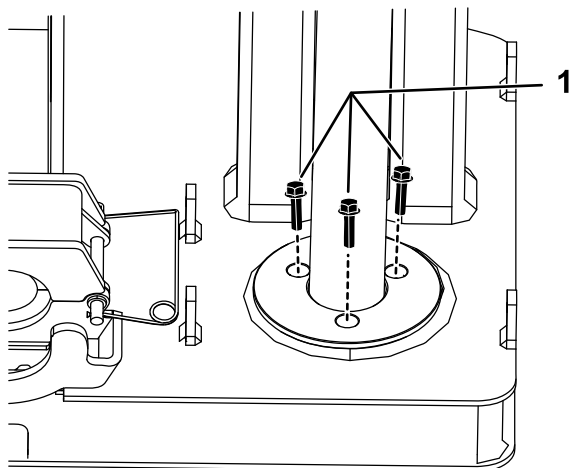

Рисунок 7
2. Прикрепите, не затягивая, направляющую стойку к основанию направляющего кольца при помощи 6 болтов (M10-1 1/2 x 25 мм), как показано на Рисунок 7.